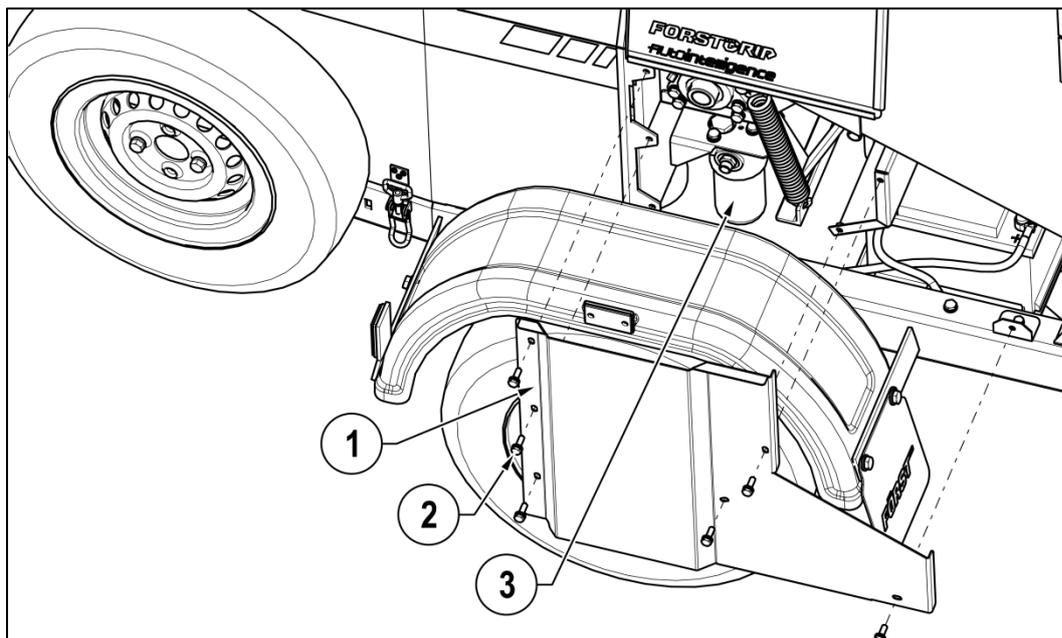

Abbildung 9
1. Das Filtergehäuse ist über die linke Seitenwand zugänglich (siehe Abdeckungen Abbildung 9). Vor dem Entfernen den Bereich gründlich reinigen, damit kein Schmutz in das Öl gelangt.